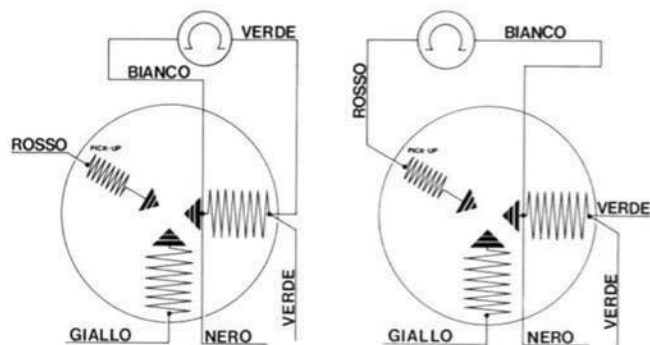
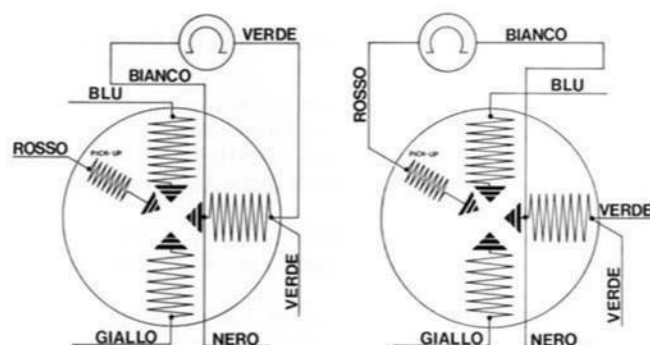

Fig. 13
Fig. 16
Connect the tester between the green cable and the white one (fig. 13 vehicles without turn signal lamps and fig. 16 vehicles with turn signal lamps): it should be measured continuity and an ohmic value (430 ± 30 Ohms). Connect the tester between the red cable and the white one (fig. 14 vehicles without turn signal lamps and fig. 17 vehicles with turn signal lamps): it should be measured continuity and an ohmic value (56 ± 5 Ohms).
N.B. - The checks illustrated in fig. 16 and 17 are valid also for 4 pole flywheels (4 coil stator) specific for vehicles with turn signal lamps and stop light.
Conectar el óhmetro entre el cable verde y el cable blanco (fig. 13 vehículos sin intermitentes y fig. 16 vehículos con intermitentes): debe revelar continuidad y valor de 430 ± 30 ohmios. Conectar el óhmetro entre el cable rojo y el cable blanco (fig. 14 vehículos sin intermitentes y fig. 17 vehículos con intermitentes): debe revelar continuidad y valor de 56 ± 5 ohmios.
N.B. - Las verificaciones descriptas e ilustradas en las figs. 16 y 17 valen también para el volante de 4 polos (estator de 4 bobinas) específico para los vehículos provistos de intermitentes y luz stop.